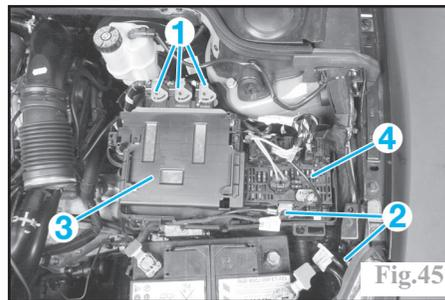

Fig.45
- les connecteurs (1) du calculateur (Fig.45).
- les fils de masse (2).